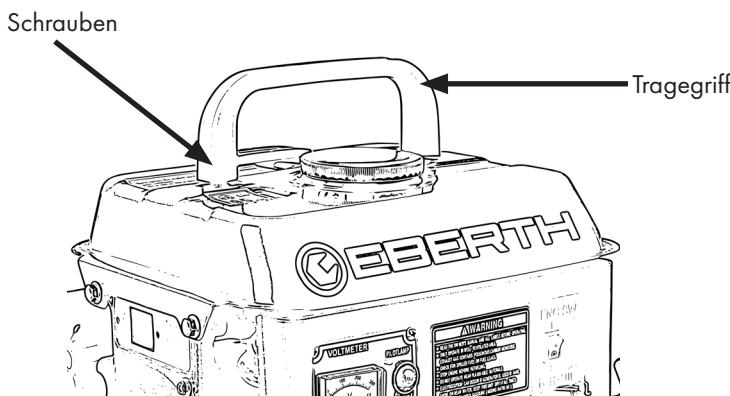

Abbildung 3
- Bringen Sie den Tragegriff in der in Abbildung 3 gezeigten Position an und befestigen Sie die Schrauben.